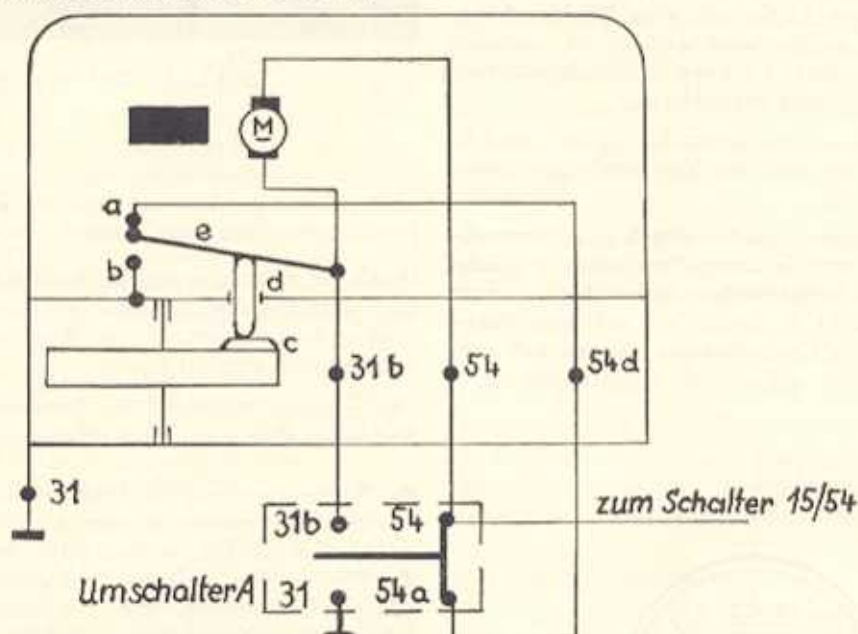

Bild E 12. Schaltplan des Endausschalters Baumuster 312
7.1.6.3. Schaltplan des Endausschalters (Bild E 12)